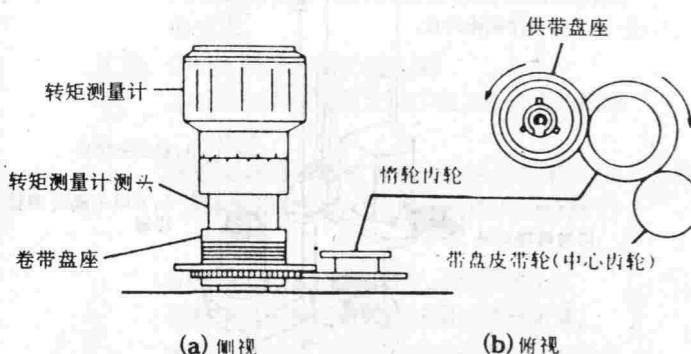

图28
- 步骤: ①拆去磁带盒室控制机构;
②将转矩测量计设置就位, 如图28所示;
③按下倒带键, 让录像机处于倒带工作状态;
④用手缓慢地沿卷带方向旋转转矩测量计,
- 步骤: ①拆去盒室控制机构;
②用手揭开盒匣磁带式转矩测量计端口盒盖, 用胶带粘贴以保持其开盖状态, 如图28所示;
③填装盒匣磁带式转矩测量计就位, 在上面压一 $500\text{ g}$ 重物, 以防翘起, 如图28所示;
④检查所测值是否在 $95 \pm 30 \text{ g}\cdot\text{cm}$ 的规定范围内;
⑤由于带盘转速不匀, 所测转矩值可能上下波动, 可取波动的中心值为其测定值;
⑥触按录像键(REC), 置录像机为录像状态, 检查这时的卷带转矩是否也满足上述要求。